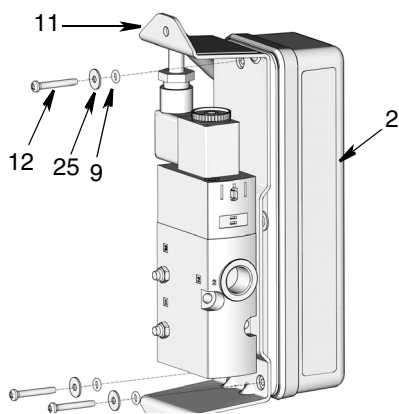

FIG. 33
3. Retire los tres tornillos (12), las arandelas (25) y las juntas tóricas (9) que sujetan la ménsula del controlador PAC (11) al alojamiento (2) (FIG. 33).